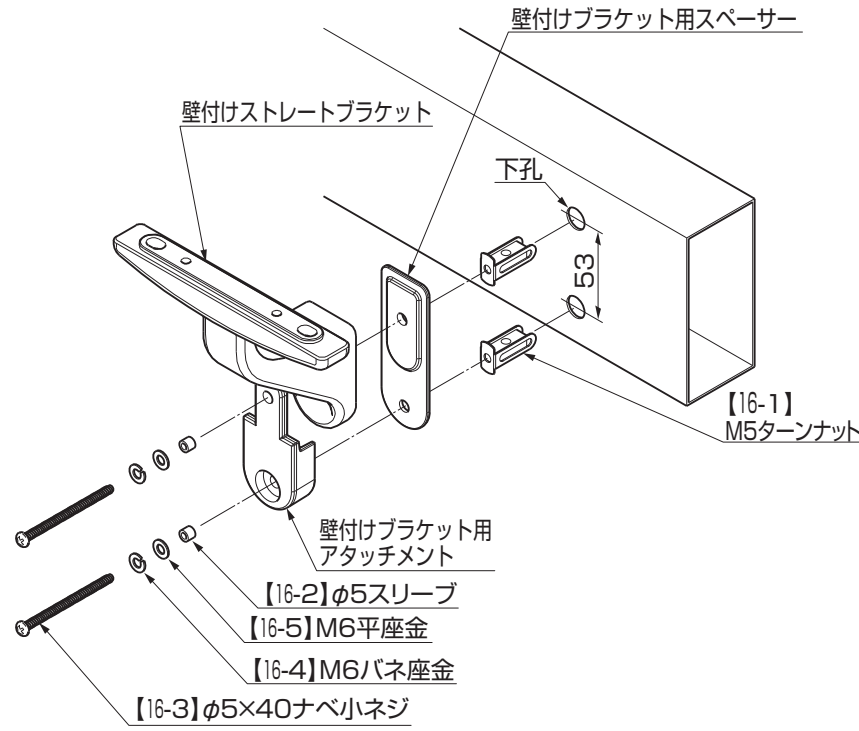

図1-8
- ① 形材取付け面にφ9の下孔をあけて、【16-1】を挿入してください。(図1-8参照)
- ② 壁付けストレートブラケット・壁付けブラケット用アタッチメントおよび壁付けブラケット用スペーサーを【16-1】に、【16-2】、【16-5】、【16-4】、【16-3】で仮止めしてください。(図1-8参照)
- ③ (1)の「壁付け仕様の場合」を参照して、ビームおよび継手を取付けてください。